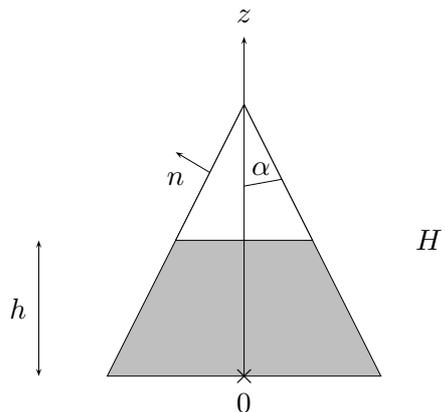

FIGURE 2.7 – Entonnoir conique.
**Exercice 15.** Soit un entonnoir conique d'axe de révolution vertical ascendant  $Oz$ , de demi-angle  $\alpha$ , de hauteur  $H$  et de normale extérieure unitaire  $n$  représenté sur la figure 2.7. On remplit l'entonnoir d'eau sur une hauteur  $h$  en supposant que le contact à la base reste parfait de sorte que l'eau ne s'écoule pas.